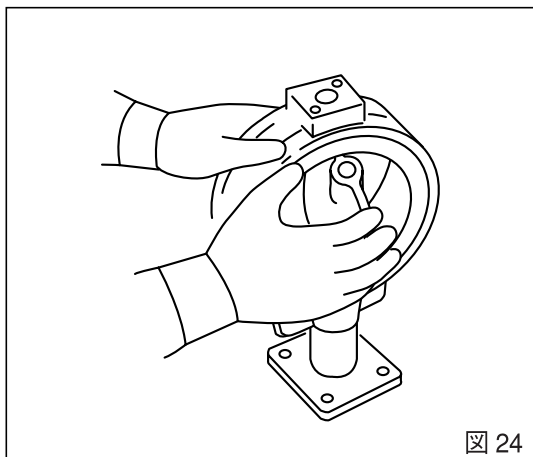

図 24
5. 弁体の挿入：弁体にシリコンオイルを塗布し、軸穴を確認しながら、シートリング内に挿入します。(図24)